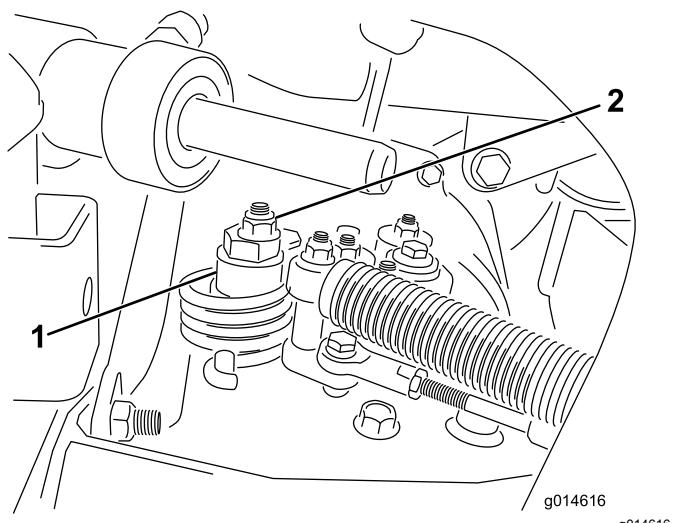

Figure 49
- A. Desserrez l'écrou de fixation de l'excentrique en haut de l'hydrostat (Figure 49).
- C. Tournez l'excentrique jusqu'à ce que la roue ne tourne plus dans aucune direction. Lorsque la roue arrête de tourner, serrez l'écrou pour bloquer l'excentrique et le réglage (Figure 49). Vérifiez le réglage avec la commande d'accélérateur en position Bas régime, puis Haut régime.